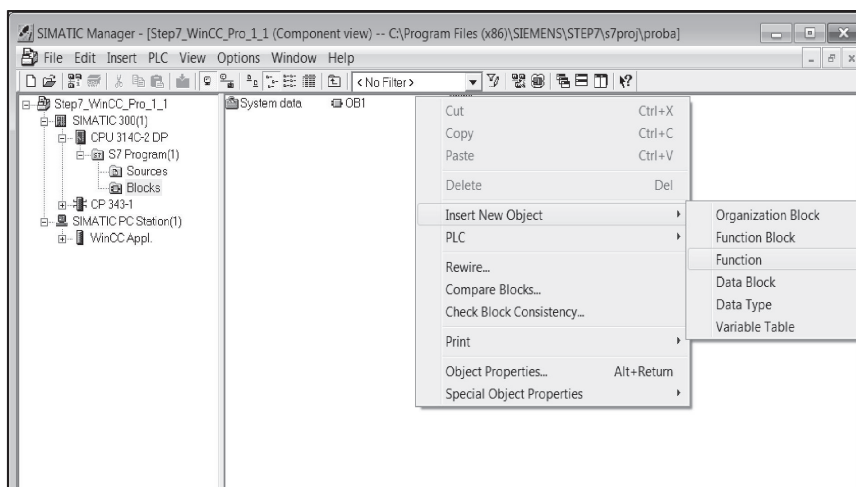

Рис. 2.4. Создание функции FC
2. Создаем функцию: кликаем правой клавишей по свободному пространству и выбираем *Insert new object > Function* (рис. 2.4).